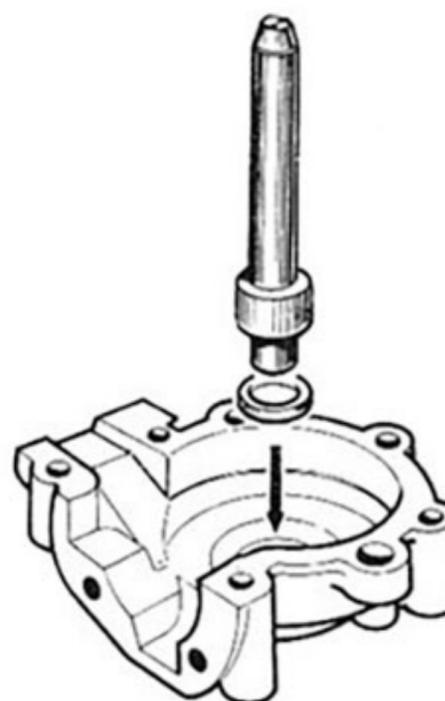

FIGURE 9
- Introduire le joint d'étanchéité (Fig. 9).